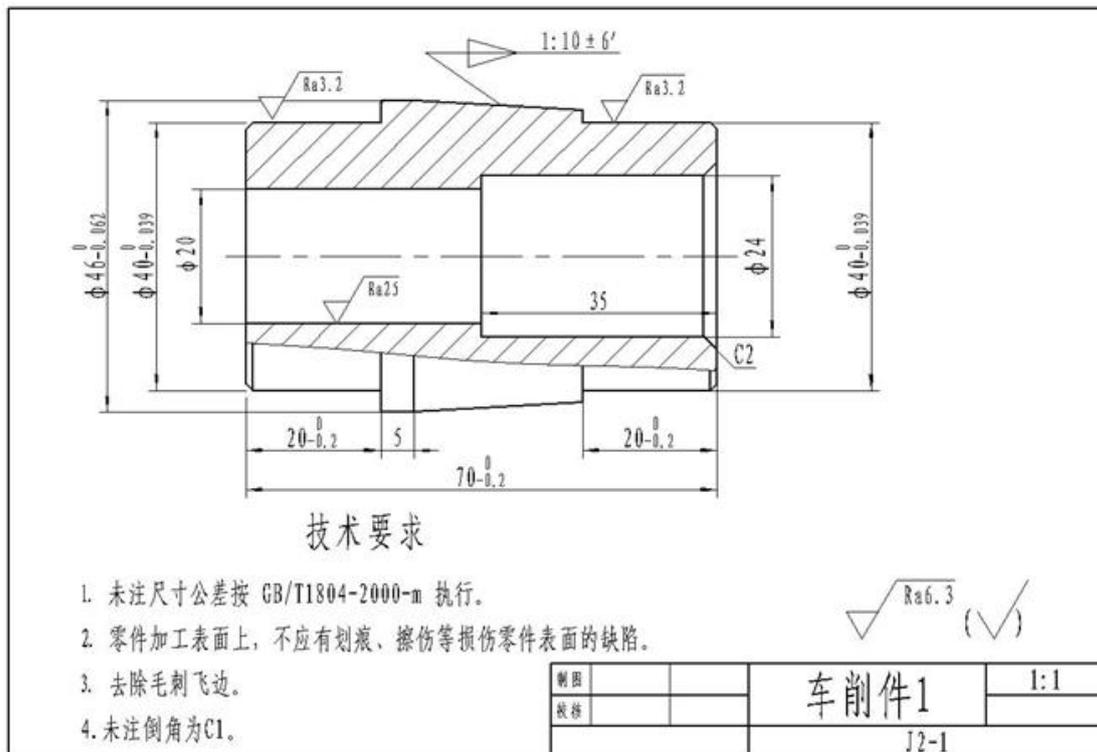

图2.1车削件 1
(1)任务描述: 试在CA6140车床上加工如图2.1工件, 所提供的工件毛坯规格:  $\Phi 50\text{mm} \times 75\text{mm}$  棒料, 45钢, 生产批量为中批量。最终结构要素的加工形状、公差要求以及表面质量等以图纸标注为准。